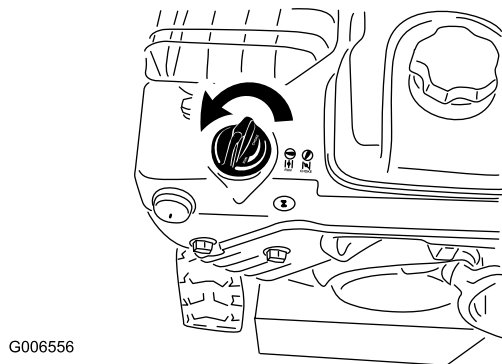

Figure 22
- Tournez la commande de starter à la position Starter sélectionné (Figure 22).